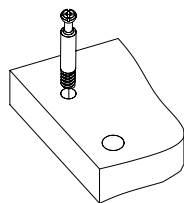

Рис.2
3. Вкрутить шпильки минификсов в соответствующие плоскостные отверстия детали 2 и деталей 1 от ИЗ-590 (Рис.2).